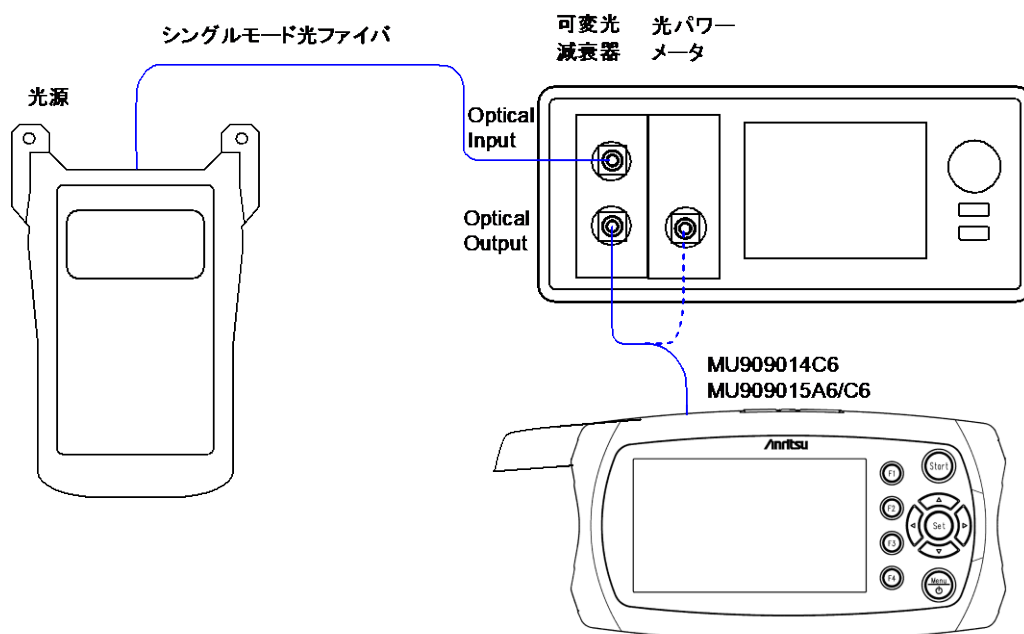

図11.1.10-1 パワーメータ, PON パワーメータの試験接続図
1. 光源と可変光減衰器を、光ファイバで図11.1.10-1のとおり接続します。